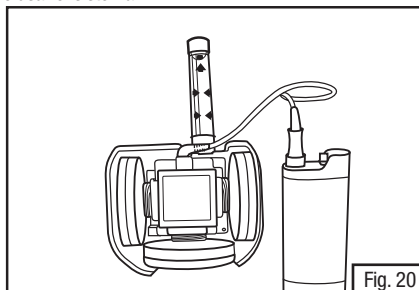

Fig. 20
5. Asegúrese que la Unidad PAPR Turbo y el flujómetro estén en posición vertical. Es posible que se requiera levantar un poco la unidad Turbo de modo que la abertura del cartucho inferior no quede bloqueada. Asegúrese que el filtro/cartucho/cánister seleccionado para el lugar de trabajo esté anexo al PAPR antes de revisar el flujo de aire (Fig. 20).